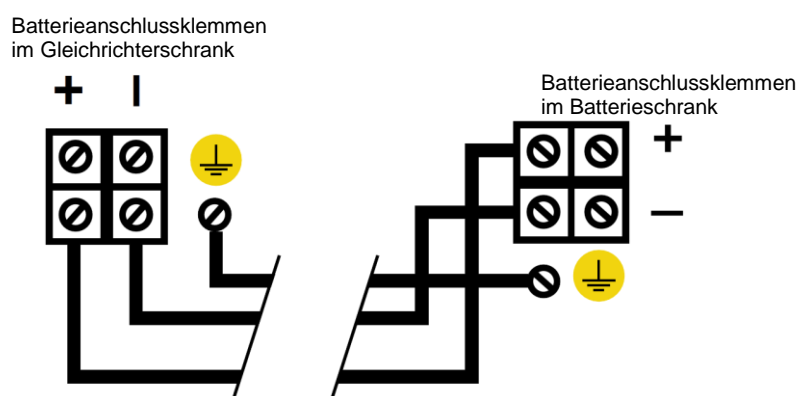

Abb. 7: Anschluss des Batterieschranks an die Anlage
Verbinden Sie die mithilfe des üblicherweise mitgelieferten Kabelstrangs die Anschlussklemmen (12) der Anlage mit den entsprechenden Klemmen des Batterie- oder Baugruppenträgerschranks. Beachten Sie hierbei die Farben der Kabel (rot für (+), schwarz für (-) und gelb-grün für Erdung (⚡)) sowie die auf den Schilder der Anlage aufgeführte Polarität (siehe Abb. 7).